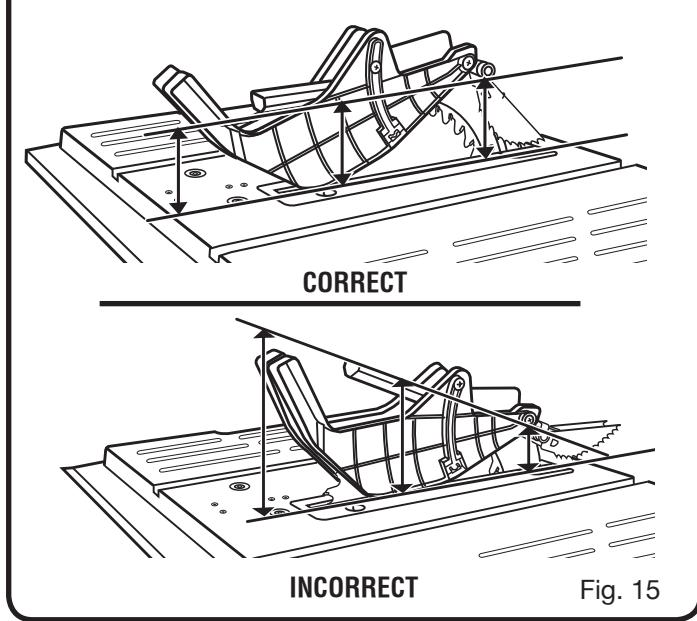

Fig. 15
- Avec le devant du protège-lame a élevé, abaisser le dos du garde dans le trou de milieu le couteau diviseur. appuyer le devant du garde jusqu'à ce que **c'est parallèle à la table** (voir la figure 15). Si le protège-lame n'est pas parallèle la table, le couteau diviseur n'est pas dans « en haut » la position.